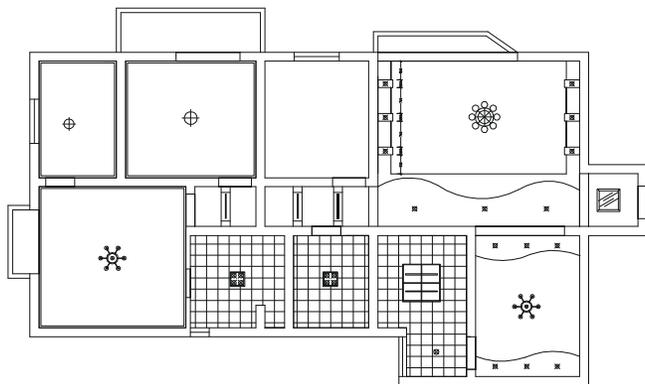
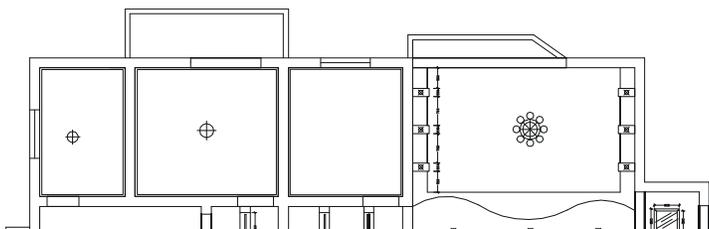

图 7-1-46
图 7-1-47
**STEP 03** 参照第 (1) 步中绘制阴角线的方法绘制书房和保姆房的阴角线，再绘制这两间房的灯具，如图 7-1-46 所示，注意书房的灯具不能放在中心位置，因为该房间中有衣柜和书柜，如果放在中心位置，就显得灯光不均匀。
**STEP 01** 参照上面绘制阴角线的方法，在如图 7-1-46 所示的榻榻米次卧中绘制一个与墙体相距 40 的矩形框，如图 7-1-47 所示。